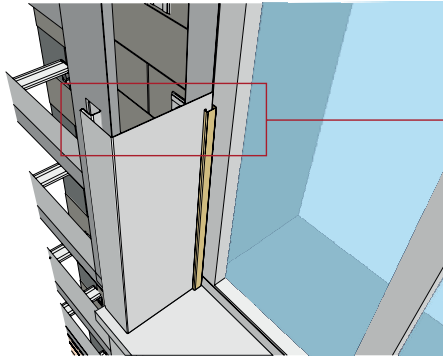

Рисунок 48
- 13.4** Ширина околооконной планки подгоняется под глубину оконного проема. Измерьте расстояние от окна до внешней части обрешетки (рис. 48), прибавьте к нему 22 мм. Перенесите это расстояние на широкую часть околооконной планки (рис. 49). Лишнее отрежьте, используя нож или ножницы.